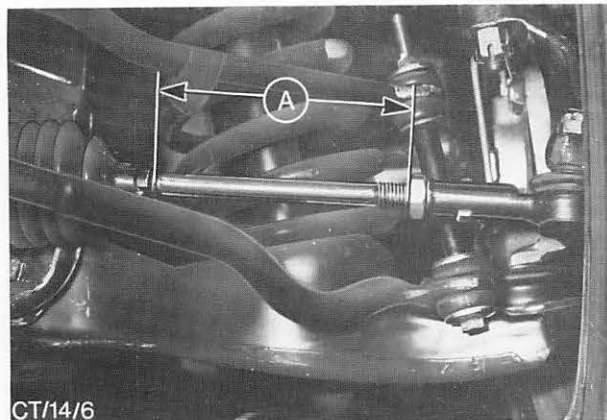

Abb. 58 A = Einstellung der Spurstangen
2. Um die Geradeausfahrtstellung des Lenkrads beizubehalten, beide Spurstangen gleichmäßig verstellen und auf 1,0 mm $\pm$ 1,0 mm Nachspur einstellen. Abb. 58.